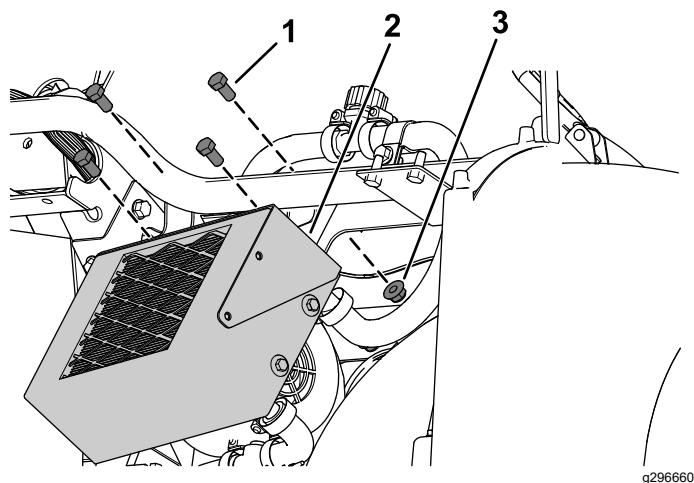

Figura 28
E. Prenda o aquecedor ao suporte de montagem do aquecedor utilizando quatro parafusos de cabeça sextavada (3/8 pol. x 3/4 pol.) e quatro porcas flangeadas (3/8 pol.), como se mostra na Figura 28.